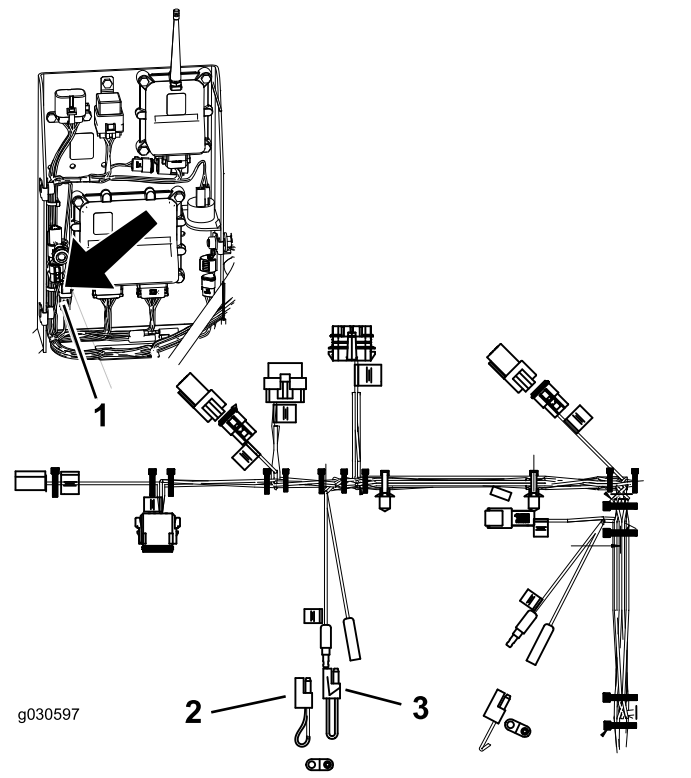

Figure 32
2. Débranchez les 2 connexions du connecteur queue de cochon montré à la Figure 32.